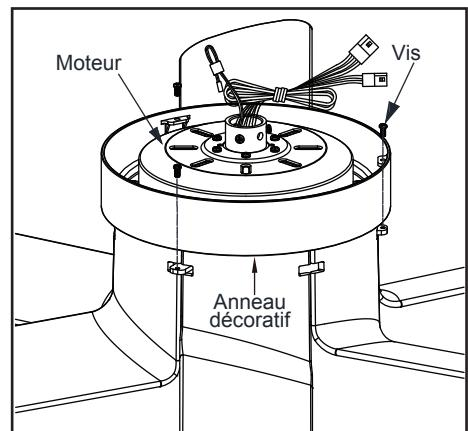

Figure 7
2. Assurez-vous que toutes les vis sont bien serrées. (Figure 7)